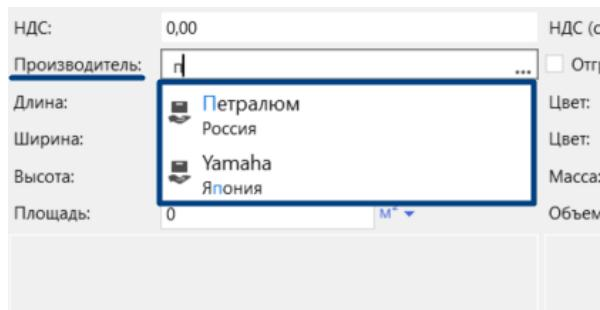

Рис. 11
- методом автоматического подбора из записей в Компоненте «Производители», при вводе от одного символа наименования или страны производителя (Рис. 11);
- выбрать в правой части поля (Рис. 11).